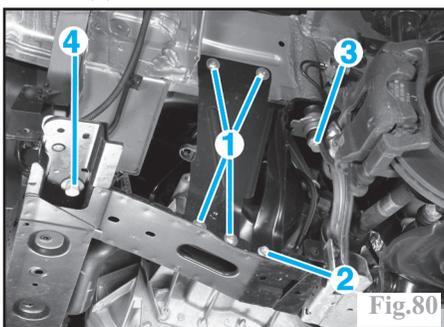

Fig.80
Côté gauche, déposer les fixations (1) du renfort latéral et le dégager (Fig.80).